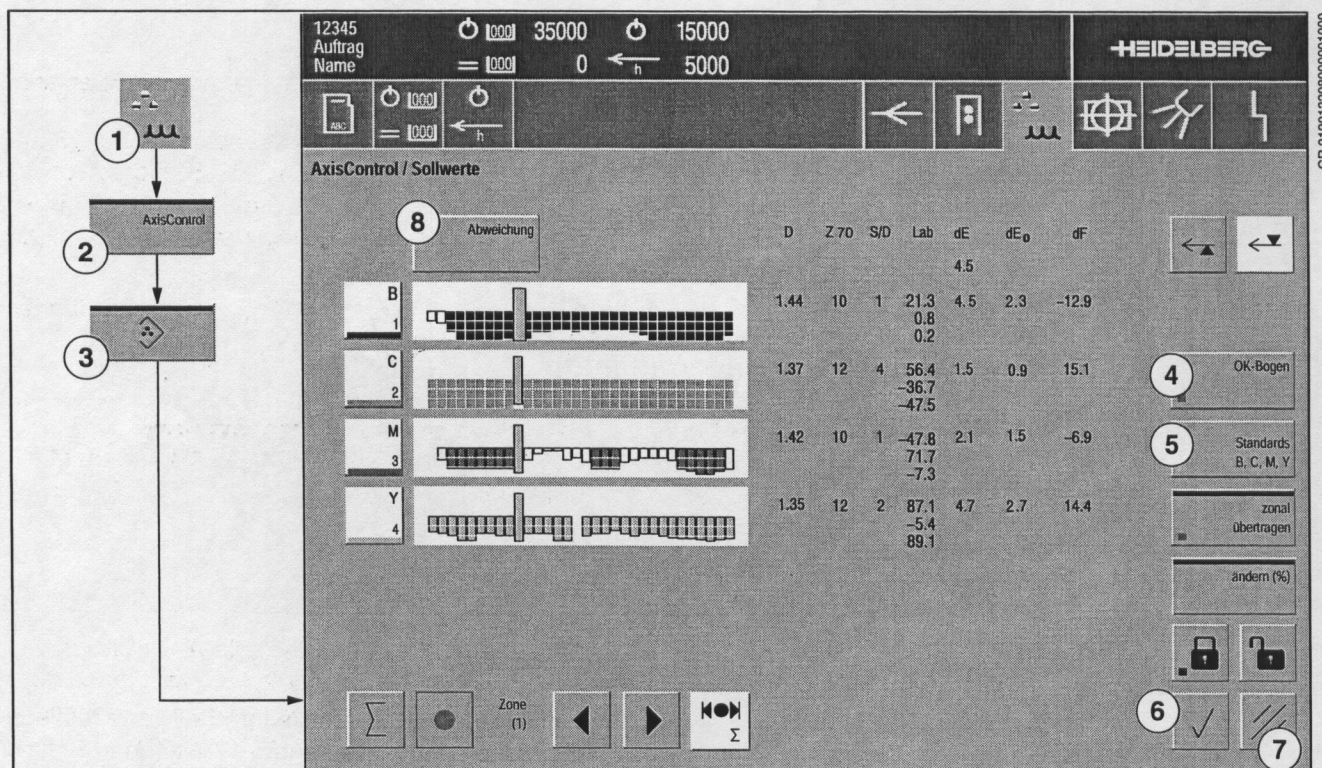

Abb. 18 Menü AxisControl/Sollwerte
In diesem Menü können Sie Sollwerte bearbeiten oder die gemessenen Werte direkt als OK-Bogen festlegen. Mit der Taste *Standards* (Abb. 18/5) können Sie die Farbzonen auf Ihren Standardwert, der in der Auftragsvorbereitung im Menü **Einrichten/Farbzuordnung** definiert wurde, zurücksetzen.
1. Drücken Sie die Taste *OK-Bogen* (Abb. 18/4). Die Istwerte werden gespeichert. Sie dienen als Ausgangswert für die Berechnung der Verstellwerte bei jeder weiteren Messung.
2. Eingabe übernehmen: Drücken Sie die Taste *OK* (Abb. 18/6).
Eingabe verwerfen: Drücken Sie die Taste *Löschen* (Abb. 18/7).
1. Drücken Sie die Taste *Standards* (Abb. 18/5). Die Sollwerte werden auf die Standardwerte, die in der Auftragsvorbereitung im Menü **Einrichten/Farbzuordnung** definiert wurden, zurückgesetzt.